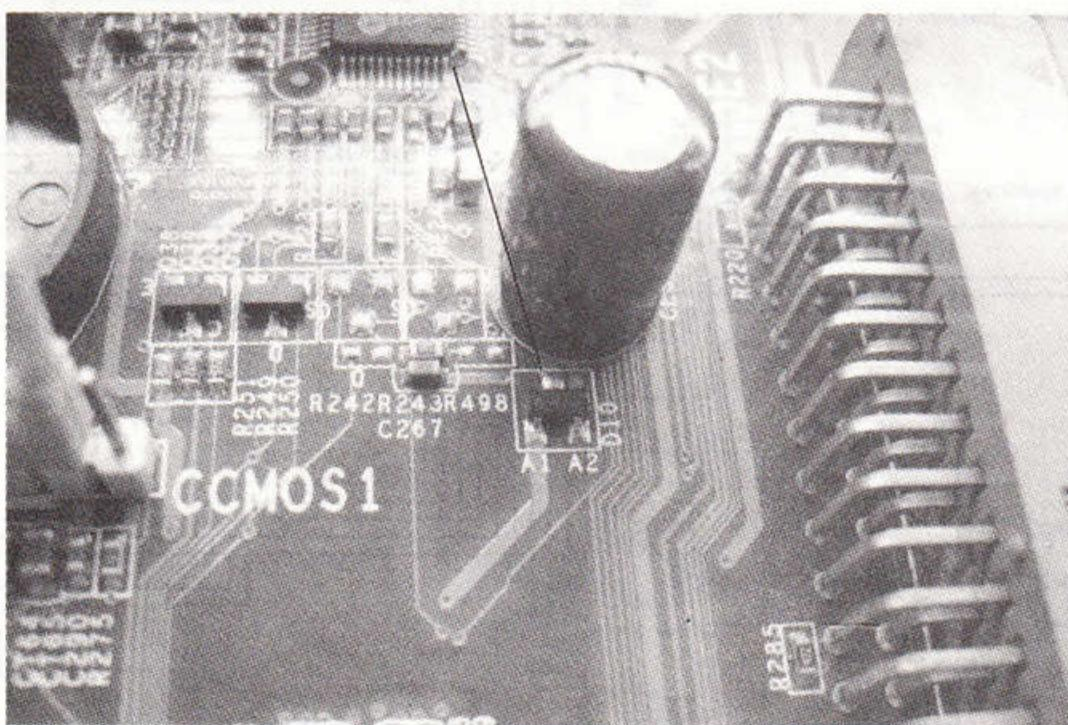

图 5-14 故障零件实物图
**维修过程：**更换 D10 后待机电压正常，主板修复。此二极管 A1 为连接 ATX VCC5，二进一出。故障零件实物如图 5-14 所示。